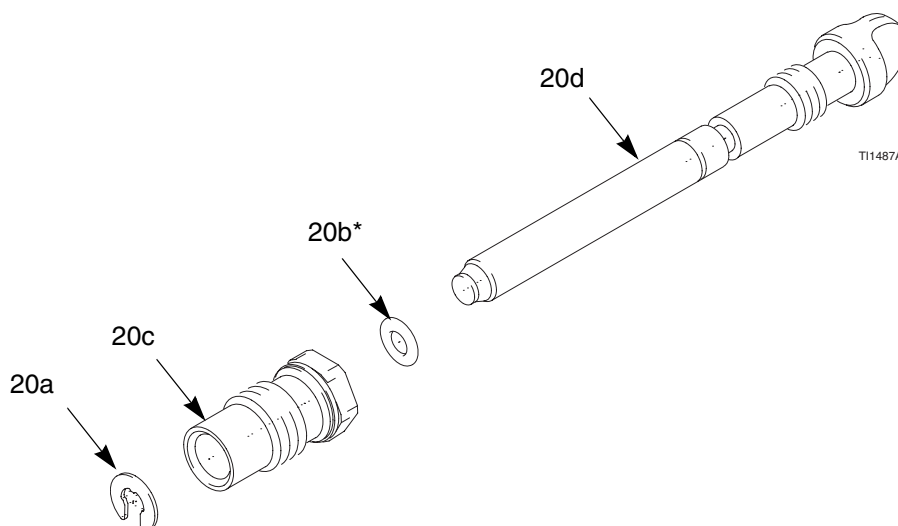

Fig. 19. Válvula de ajuste del aire del abanico
3. Retire el anillo de retención (20a). Vea la Fig. 19.